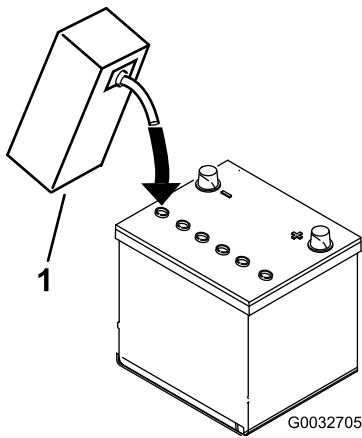

Figura 7
3. Llène cuidadosamente cada celda con electrolito hasta que las placas estén cubiertas de 6 mm aproximadamente de fluido (Figura 7).
4. Espere aproximadamente 20–30 minutos para que el electrolito penetre en las placas. Rellene según sea necesario para que el electrolito llegue a una distancia de 6 mm aproximadamente del fondo del hueco de llenado (Figura 7).